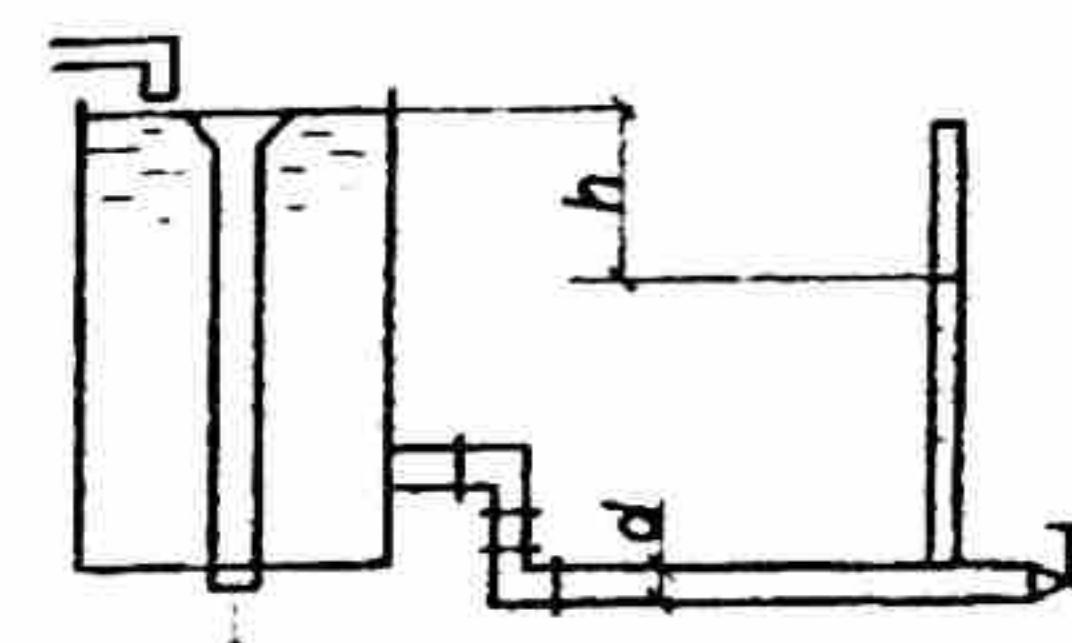

Рис.17
19. На трубопроводе установлен пьезометр (рис. 17). После полного открытия вентиля в конце трубопровода разница уровней воды в резервуаре и